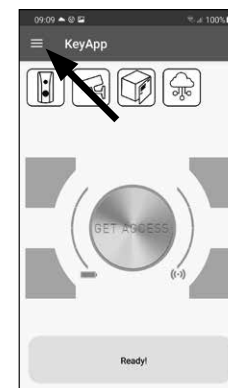

Abb. 39
- 1 Öffnen Sie das Hauptmenü (Abb. 39).